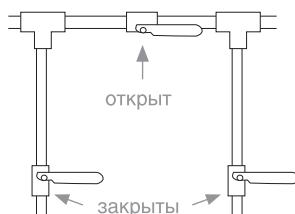

рисунок 3
- 3 Технические условия на умягчитель, как и большинство норм и правил эксплуатации водопроводно-канализационных систем, предполагают использование на месте установки умягчителя воды перепускного крана (**см. рисунок 3**). Перепускной кран упрощает